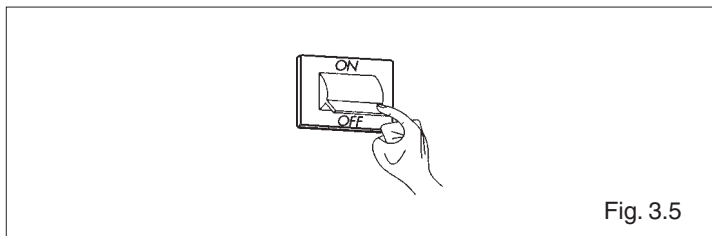

Fig. 3.5
- togliere l'alimentazione elettrica della caldaia posizionando l'interruttore generale dell'impianto su "spento" (fig. 3.5)